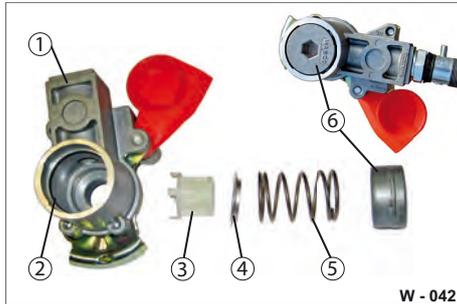

Abb. 46 Kupplungskopf zerlegt
- ▶ Deckel (Abb. 46/6) mit einem Innensechskant, bis zum Anschlag in das Gehäuse (Abb. 46/1) eindrücken. Innensechskant um 90° drehen. Deckel öffnet sich.
- ▶ Feder (Abb. 46/5), den Metallring (Abb. 46/4) und den Filter (Abb. 46/3) aus dem Gehäuse entnehmen.
- ▶ Dichtung (Abb. 46/2) auf Beschädigungen, Vorhandensein prüfen.